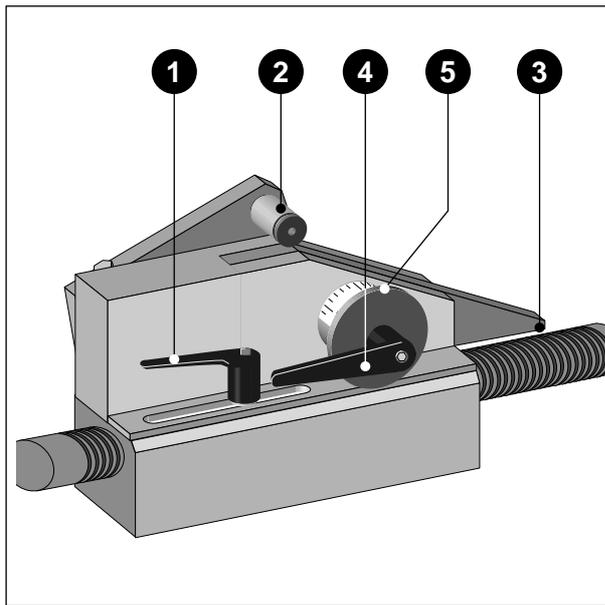

Bild 5-12. Sieblift-Einstellung
- \* Lösen Sie den Klemmhebel 1 (Bild 5-12) und verschieben Sie den Keil so, dass der Punkt, an dem die abgeschrägte Fläche beginnt, sich genau unter der Rolle 2 befindet (wie in Bild 5-12 gezeigt).